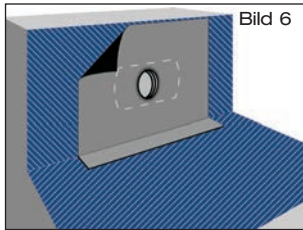

Bild 6
1.7 Bei bituminösen Dampfsperrbahnen sind Decke und Wand mit Bitumen-Voranstrich zu versehen (Bild 6 bzw. 6A). Hochpolymere Dampfsperrbahnen sind gemäß der Verlegevorschriften des Folienherstellers auf dem Untergrund zu fixieren.